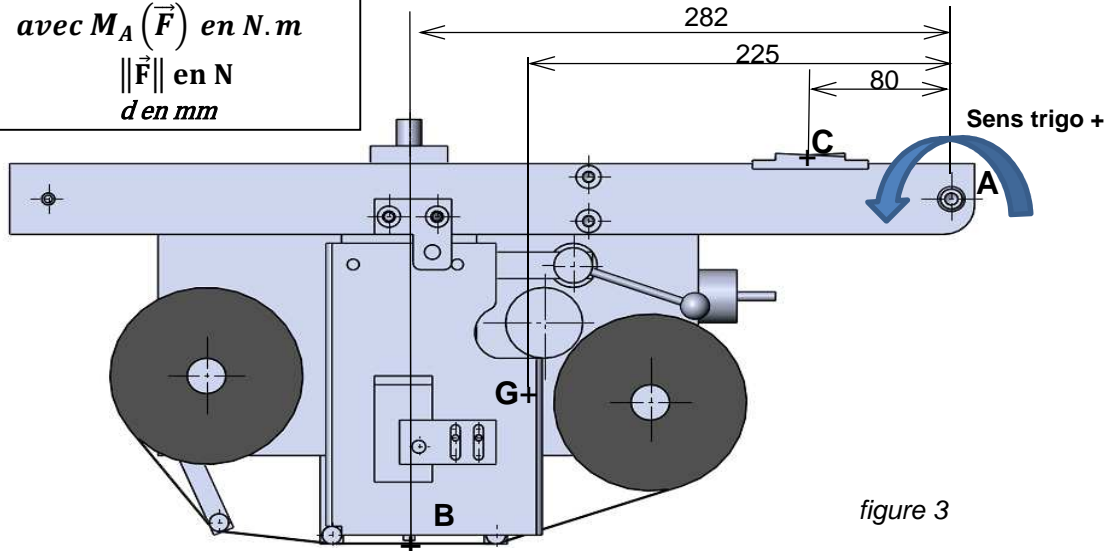

figure 3
a) **Placer** (sans échelle) les efforts connus (\vec{B} et \vec{P}) sur la figure 3 ci-dessous :